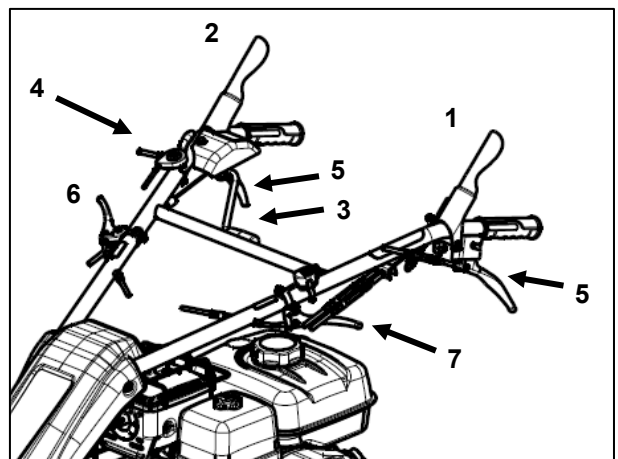

Figure 7
- Baissez le levier verrouillage (2, Figure 7) relevez ensuite lentement le levier d'embrayage de lame (3, Figure 7).